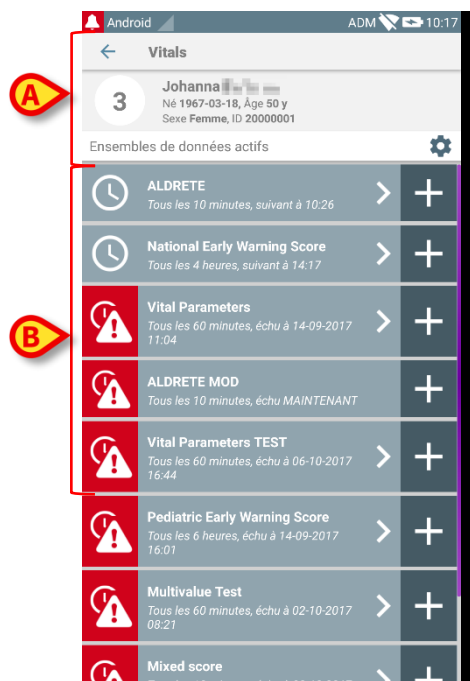

Fig 60
- Taper sur une mosaïque pour accéder à la liste des ensembles de données activés pour le patient concerné (Fig 60).
L'écran de la liste d'ensembles de données est divisé en deux parties: l'intitulé (Fig 60 **A**) et la liste des ensembles de données (Fig 60 **B**).